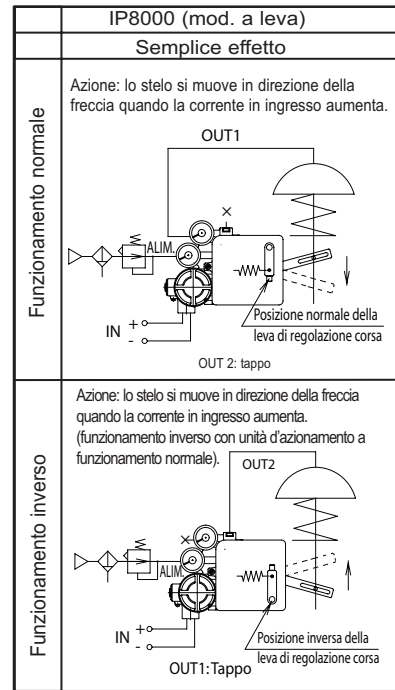

Fig.6 Funzionamento diretto/inverso
- Assicurarsi che la leva di regolazione della corsa angolare per la retroazione interna sia collegata alla posizione corretta (normale o inversa) (v. Fig.6).